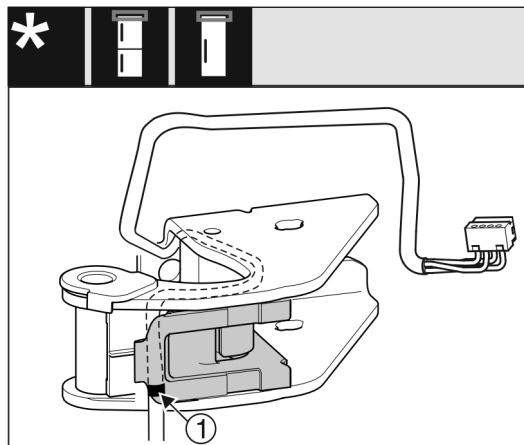

Fig. 19
- ▷ In questo modo la marcatura centrale dovrebbe trovarsi sul bordo del supporto del cavo Fig. 19 (1).